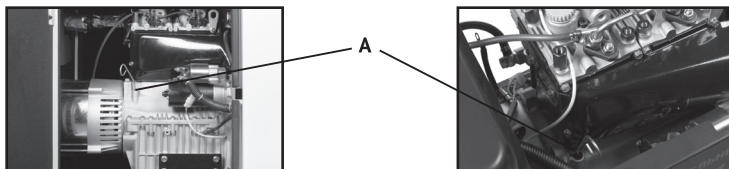

Рис. 3
- Вытащить масляный щуп **A** (Рис. 3) и протереть его чистой тканью.